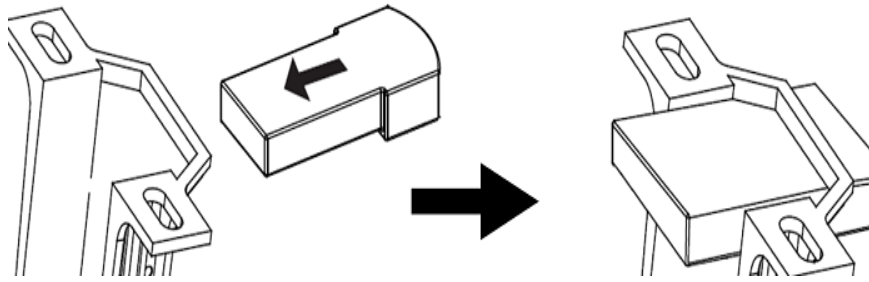

Fig. 12
10. Inserte el receptor remoto con cuidado sobre la bola de colgado en el espacio sobrante del soporte de armado. Tenga cuidado de no dañar o aflojar ninguno de los cables. **(Fig. 12)**